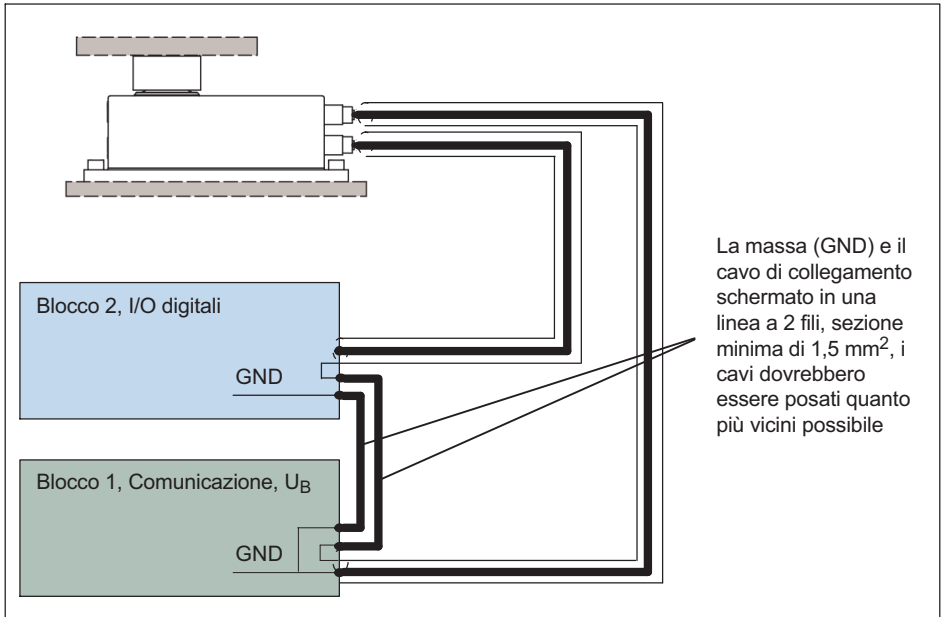

Fig. 7.2 Collegamento del potenziale GND per i blocchi funzione separati
1. i blocchi di uscita, cioè la parte digitale per la commutazione delle uscite e la parte per l'alimentazione con la tensione di esercizio e la interfaccia, sono disposti in modo separato (Fig. 7.2),
diversi, bensì molto vicine fra loro e devono essere della stessa lunghezza. La lunghezza complessiva di un conduttore non deve superare i 10 m (Fig. 7.2).